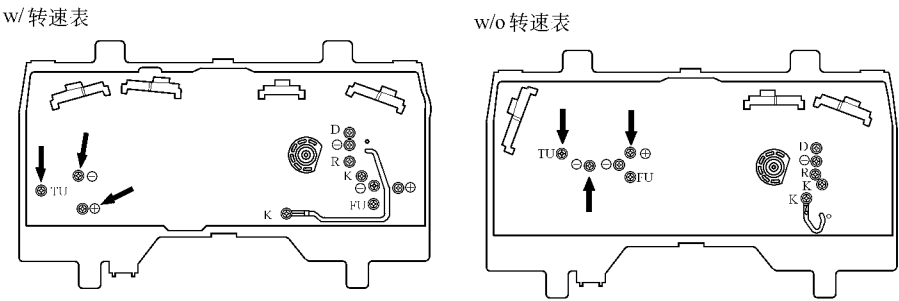

图 18-125 测量端子电阻值
3) 测量图 18-125 中箭头所示的端子之间的电阻，其电阻值见表 18-31。